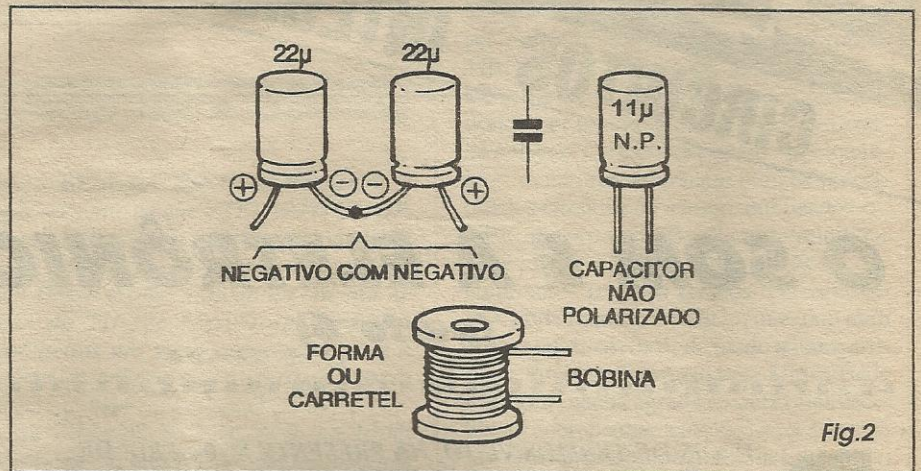

Fig. 2
- FIG. 2 - AS PEÇAS QUE FORMAM OS FILTROS DE FREQUÊNCIAS... -